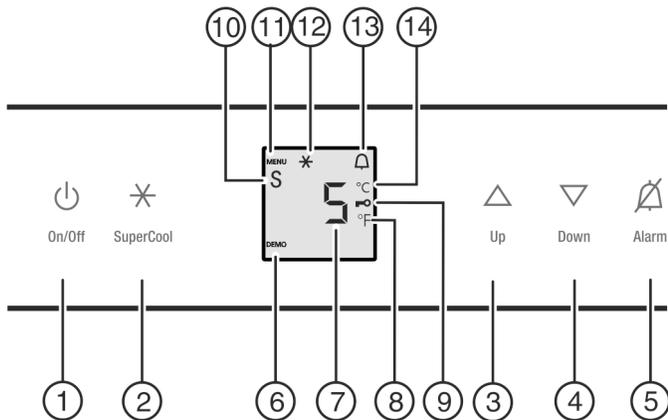

Fig. 2
- Appuyez sur la touche marche/arrêt Fig. 2 (1).
- Activer le mode de réglage : Appuyer sur la SuperCool Fig. 2 (2) pendant 5 secondes environ.
- ▷ Le symbole menu Fig. 2 (11) s'allume.
- ▶ Régler le nombre de ° avec la touche de réglage Up Fig. 2 (3)/ Down Fig. 2 (4).
- ▶ Confirmer : Appuyer brièvement sur la touche SuperCool Fig. 2 (2).
- ▶ Quitter le mode de réglage: Appuyer sur la touche On/Off Fig. 2 (1).
- ▶ Activer le mode de réglage : appuyer env. 5 sec. sur la touche SuperCool Fig. 2 (2).
- ▷ Le symbole Menu Fig. 2 (11) est allumé.
- ▶ A l'aide de la touche de réglage Up Fig. 2 (3) et touche de réglage Down Fig. 2 (4), sélectionner **c**.
- ▶ Pour confirmer, appuyer brièvement sur la touche SuperCool Fig. 2 (2).
- ▶ appuyer brièvement sur la touche SuperCool Fig. 2 (2) pour activer la sécurité enfants.
- ▷ Le symbole Sécurité enfants Fig. 2 (9) est allumé. L'affichage **c** clignote.
- ▶ appuyer brièvement sur la touche SuperCool Fig. 2 (2) pour désactiver la sécurité enfants.
- ▷ Le symbole Sécurité enfants Fig. 2 (9) s'éteint. L'affichage **c** clignote.
- ▶ Désactiver le mode de réglage : appuyer sur la touche On/Off Fig. 2 (1).
- ▶ Appuyer sur la touche Alarme Fig. 2 (5).
- ▶ Activer le mode de réglage : appuyer env. 5 secondes sur la touche SuperCool Fig. 2 (2).
- ▶ Pour appeler la fonction Mode Sabbat, appuyer brièvement sur la touche SuperCool Fig. 2 (2).
- ▶ **Pour activer** le mode Sabbat, appuyer brièvement sur la touche SuperCool Fig. 2 (2).
- ▶ **Pour désactiver** le mode Sabbat, appuyer brièvement sur la touche SuperCool Fig. 2 (2).